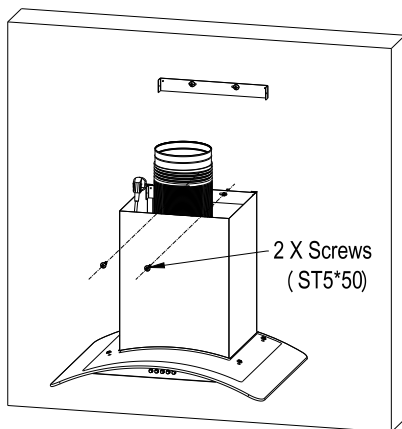

Рисунок 7
5. Вкрутите дополнительный винт М5*50 для предотвращения самопроизвольного соскальзывания вытяжки с кронштейна. См. Рисунок 7.